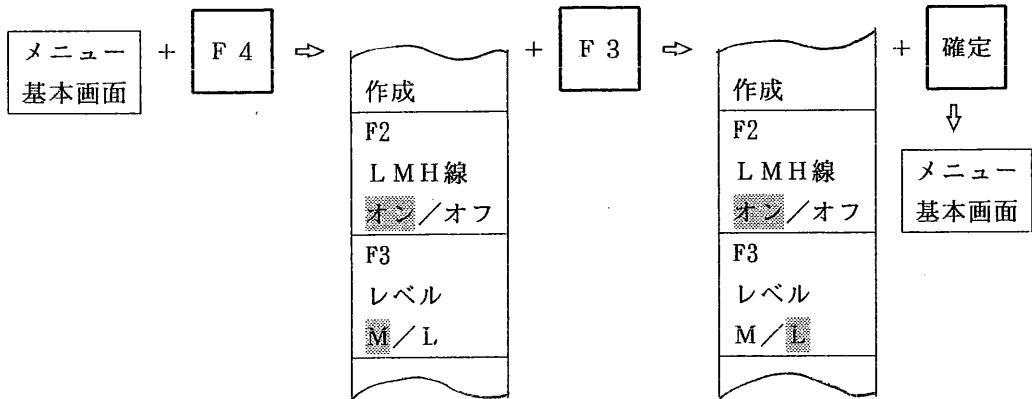

図9.3.11 M検出レベルからL検出レベルへの切替えの手順
- ① 選択キー[F 4]を1回押すと図9.3.11の選択メニューが表示されます。このメニューの[F 3]の項を見ると、[M]の部分にカーソルがあります。
- ② [L]に切り替える場合には、選択キー[F 3]を1回押します。カーソルが[L]に移りますからそれを確認して確定キーを1回押します。